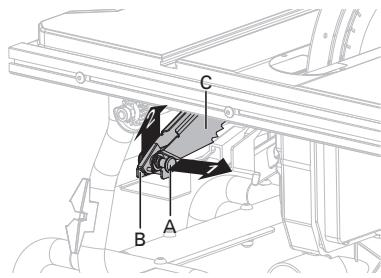

Fig. 8a
INSTALACIÓN DE LOS SEGUROS ANTI-RETROCESO Y DE LA PROTECCIÓN DE LA CUCHILLA (Fig. 8a-8b)
- Extraiga y sujeté la perilla (A), presione los seguros anti-retroceso hacia arriba y sáquelos del almacenaje de los seguros anti-retroceso (B) ubicado en el interior del lado izquierdo de la sierra (Fig. 8a).
- Extraiga y sujeté la perilla (A). Alinee la ranura de los seguros anti-retroceso (C) con la ranura (D) indicada del separador (E). Coloque la clavija de resorte (F) de los seguros anti-retroceso (C) en la ranura (D) indicada en el separador (E).
- Presione los seguros anti-retroceso (C) hacia abajo hasta que encajen correctamente y libere la perilla (A) para insertar la clavija (G) en el orificio (H) indicado en el separador (E).